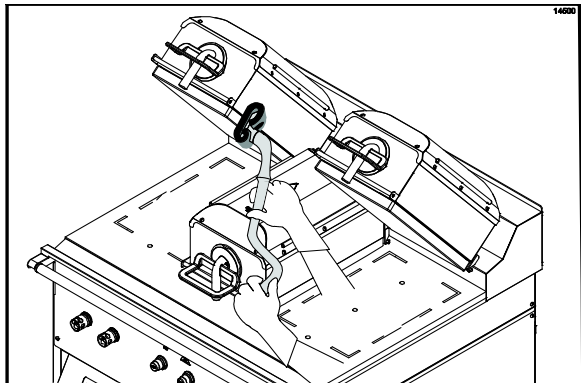

Figura 61
30. Esfregue as bordas internas dos platen direito e esquerdo. (Veja a Figura 61.)